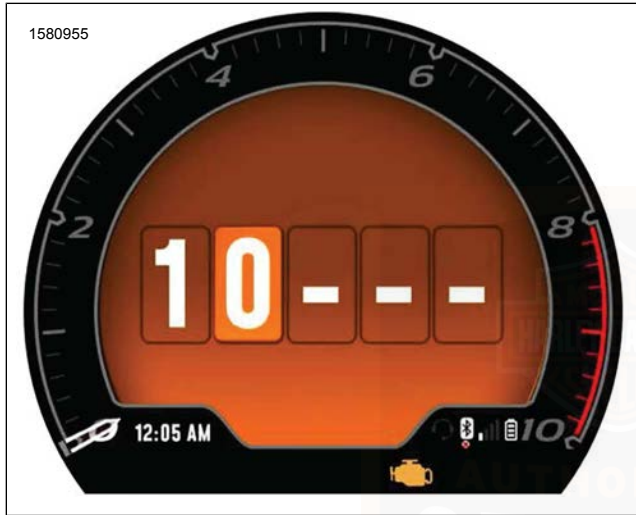
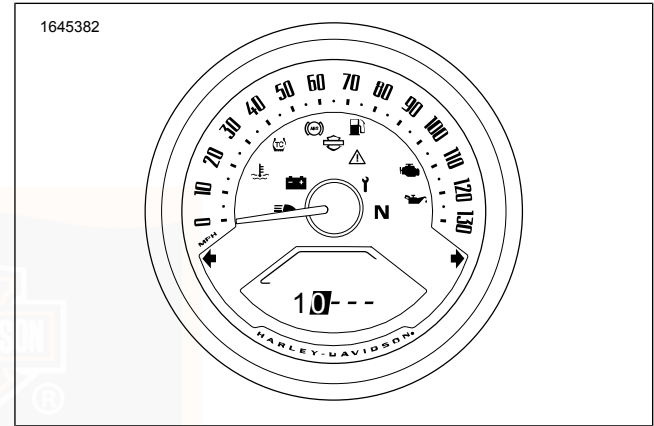

Abbildung 27. Cursor zur nächsten Ziffer verschieben
Abbildung 28. Cursor zur nächsten Ziffer verschieben
2. Siehe Abbildung 27 und Abbildung 28. Die nächste Ziffer auswählen.
2. Siehe Abbildung 27 und Abbildung 28 . Die nächste Ziffer auswählen.